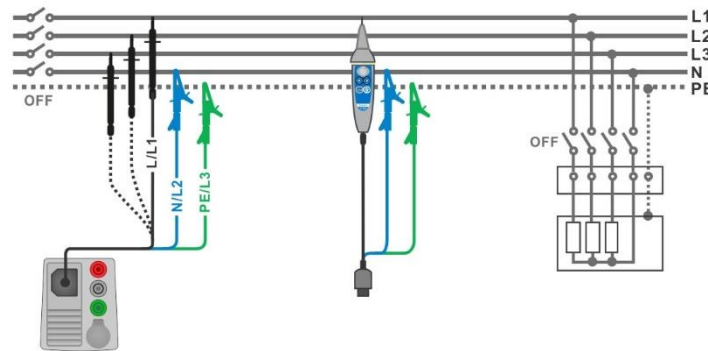

Abbildung 7.11: Anschluss des 3-Leiter Prüfadapters und der Commander-Prüfspitze
- › Schließen Sie die Prüflleitungen am Prüfling an (siehe und **Abbildung 7.11**).